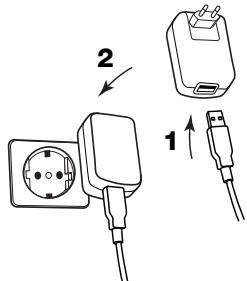

Figura 7
- 2 Inserire l'altra estremità del cavo USB nel caricatore. Vedere la Figura 7.